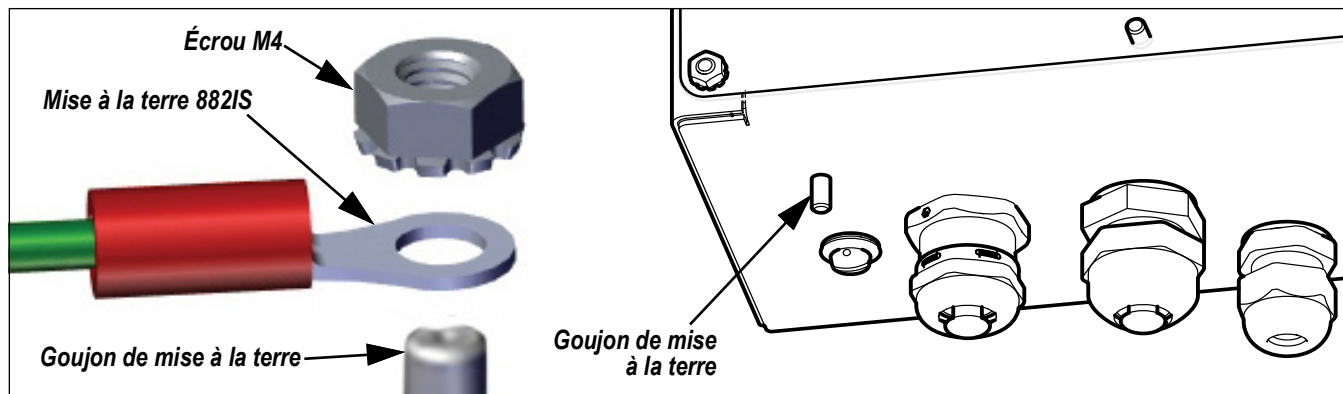

Figure 2-10. Empilage de mise à la terre 882IS
1. Terminer une extrémité de l'indicateur à l'aide de l'empilage de mise à la terre sur le goujon de mise à la terre extérieur (se reporter à la Figure 2-10).